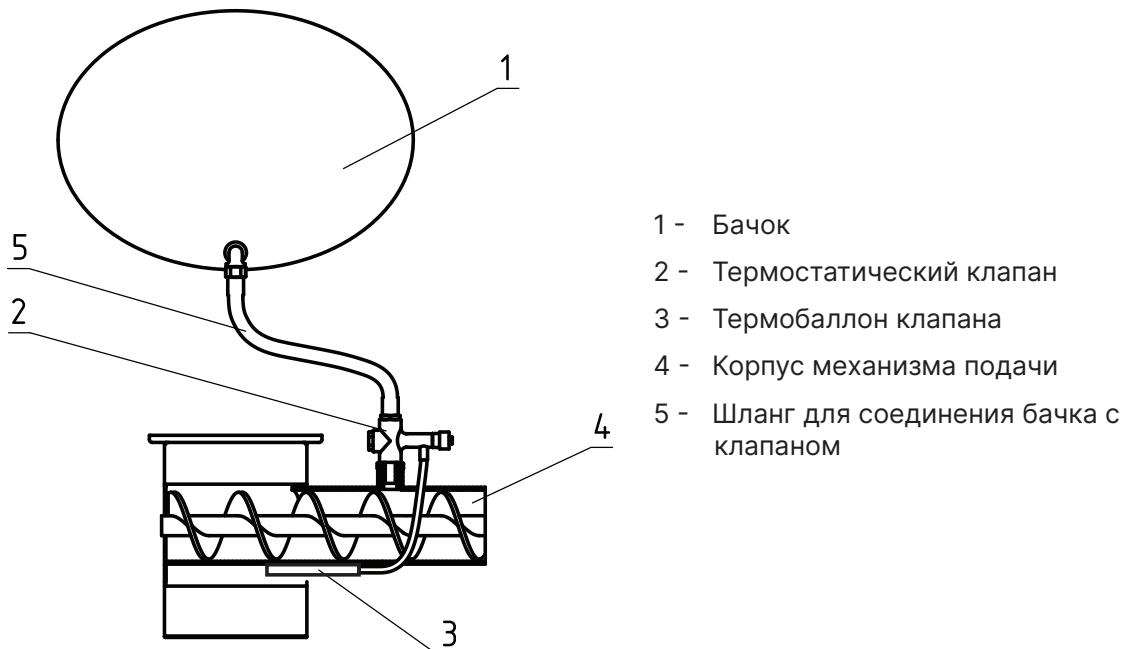

Рис.4 Система охлаждения топливопровода
- При использовании в качестве топлива топливных гранул, древесных пеллет или пеллет из лузги подсолнечника для обеспечения полной пожарной безопасности необходимо устанавливать систему охлаждения топливопровода (опция, см. Рис.4). Система охлаждения топливопровода, наполненная водой является основным элементом защиты котла от протлевания топлива в бункер;
- В качестве опции доступна система охлаждения топливопровода (см. Рис.4);
Внимание! Термобаллон клапана (Рис.4, поз.3) должен быть зафиксирован в гильзе двумя винтами.